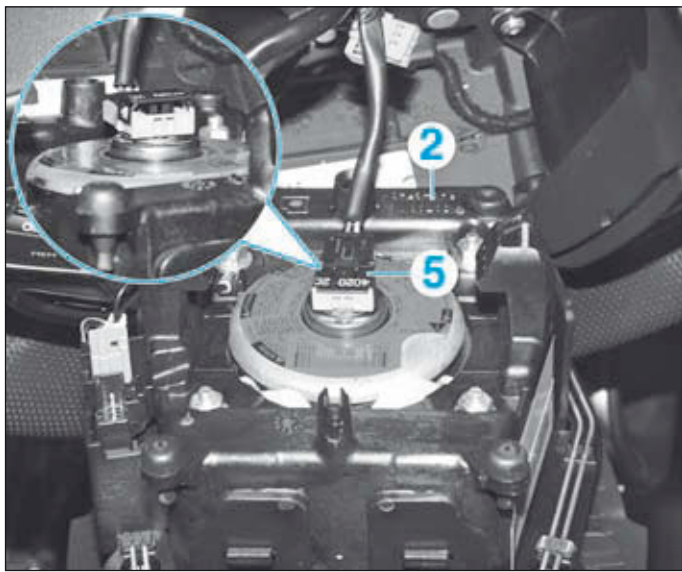

FIG.3
- Déverrouiller et débrancher le connecteur (5) (Fig.3).
- Déposer l'airbag frontal conducteur (2).